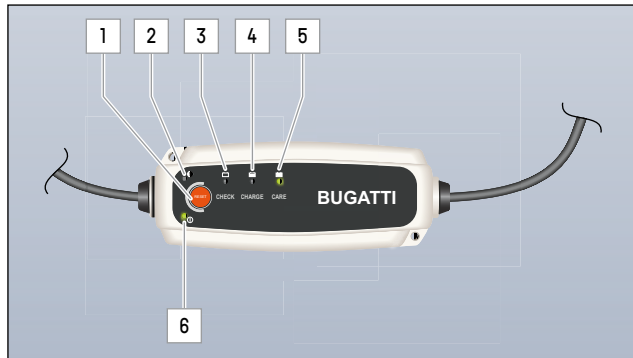

ABB.103 BUGATTI XS 5.0 LADEGERÄT
- ▶ LED 4 (» Abb.103): Lademodus ist aktiviert.
HINWEIS: Die Batterie ist vollständig geladen, wenn Display 5 (» Abb.103)  angezeigt wird.
- ▶ Trennen Sie das Ladegerät vom Anschluss, wenn LED 5 (» Abb.103) grün leuchtet. Das bedeutet, dass die Batterie vollständig geladen ist.
Trennen Sie das Ladegerät so schnell wie möglich vom Anschluss, wenn LED 5 (» Abb.103) grün leuchtet, da die Batterie ansonsten wieder entladen wird.
- ▶ Wenn die Fehler-LED 2 (» Abb.103) aufleuchtet, drücken Sie die RESET-Taste 1 (» Abb.103).
Wenn die Netz-LED 6 (» Abb.103):